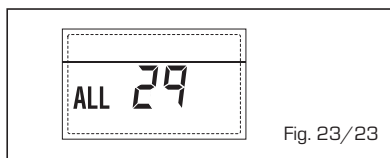

Fig. 23/23
- **ANOMALÍA SONDA RETORNO CALEFACCIÓN "ALL 30"** (fig. 23/24)